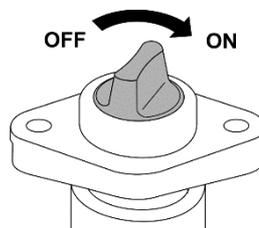

ABBILDUNG 4.21 Hauptschalter des Steuerpults
- Um das Steuerpult einzuschalten, muss der Hauptschalter (ABBILDUNG 4.21) im Uhrzeigersinn in die Stellung (ON) - gestellt werden (der Schalter befindet sich am Stromkabel des Steuerpults).